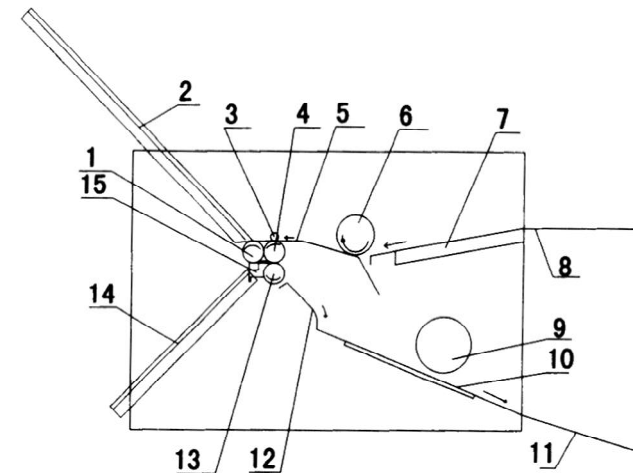

Рисунок 1
Рисунок 1: лист на подложке для подачи бумаги (7) толкается валиком (6) для того чтобы достичь плиты (5). Перемещаемый с помощью ведомого (3) и ведущего валов (4), лист отправляется в верхнюю кассету фальцовки (2). Затем ведомый вал (1) и ведущий вал (4) с квадратным стержнем (15) вместе должны завершить первый фальц. После первого фальца ведомый вал (1) отправляет лист в нижнюю кассету фальцовки (14), ведущий вал (4) вместе с